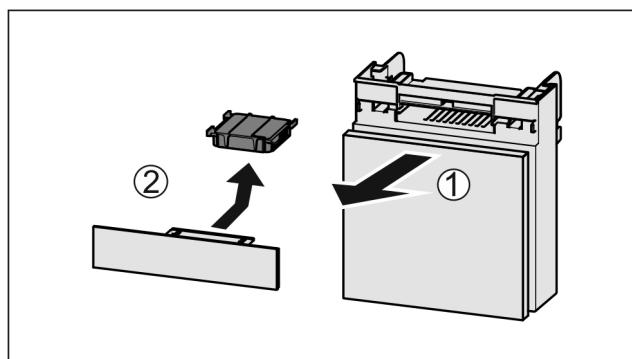

Fig. 45
- Потягніть Fig. 45 (1) відділення вперед.
- Витягнути Fig. 45 (2) фільтр з активованого вугілля.